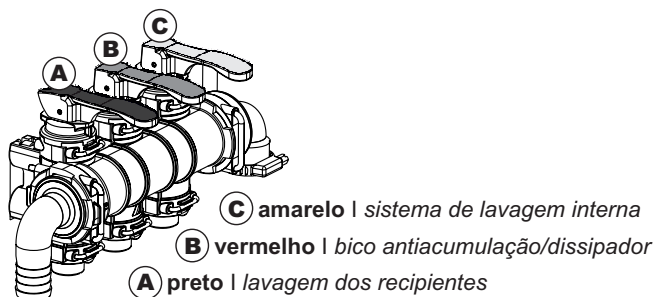

Fig. 5
- **COM A TAMPA FECHADA**, introduza cerca de cinco litros de água levantando a **alavanca amarela (C, Fig. 5)**;
- Mantendo o recipiente **BEM SEGURO**, acione o jato com a **alavanca preta (A, Fig. 5 + Fig. 6b)** para lavar o recipiente.
- Acione novamente a alavanca **leva amarela C** (Fig. 5) para introduzir a quantidade de água necessária para uma correta pré-mistura.
- Solte a **alavanca amarela C** (Fig. 5).
Acione todas as três alavancas (A, B e C, Fig. 5): desta maneira, todos os bicos entrarão em função para realizar a lavagem das paredes internas.
Neste momento, interrompa qualquer fluxo de água dentro do Mixer fechando **as três alavancas (A, B e C, Fig. 5)**.